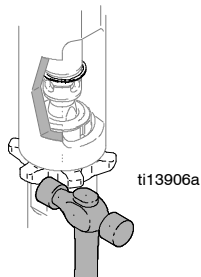

Fig. 9
5. Fig. 9. Loosen jam nut. Unscrew pump.